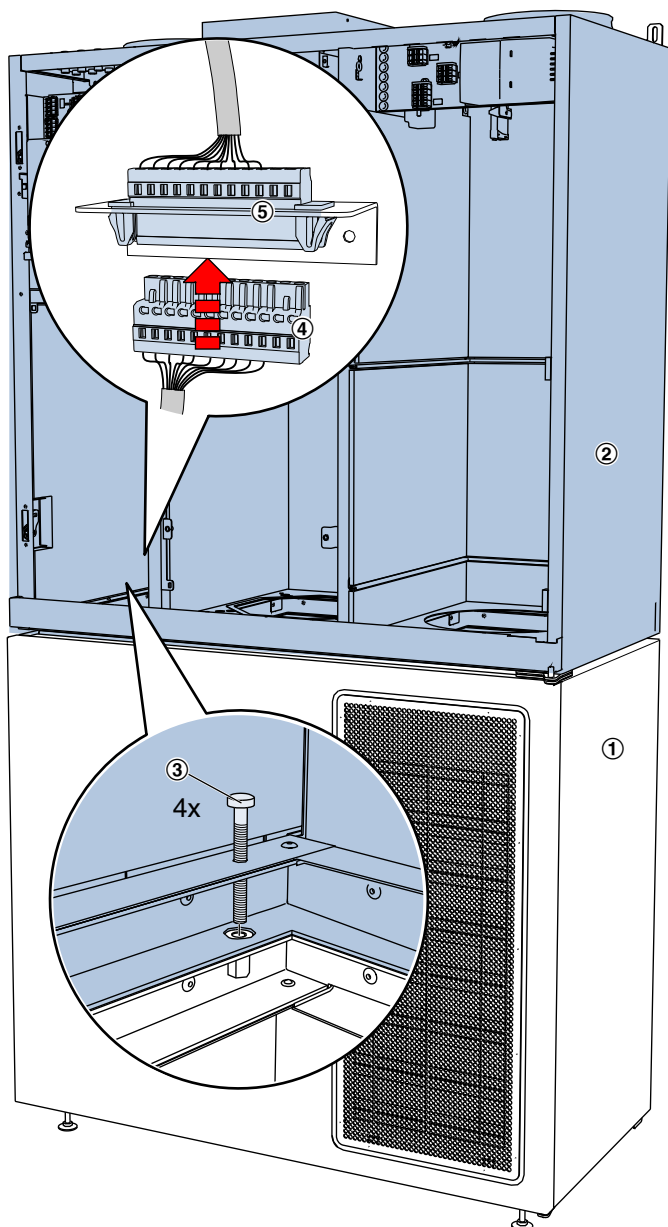

Abb. 17: Befestigung Geräteoberteil
11. ▶ Geräteoberteil seitlich und auf der Rückseite mit dem Unterteil ausrichten. Beim Erreichen der richtigen Position rastet das Oberteil auf dem Unterteil ein. Danach die vier Verbindungsschrauben (Abb. 17 /3) jeweils an den Ecken einschrauben.
Stecker (Abb. 17 /4) in die Buchse (Abb. 17 /5) einstecken.